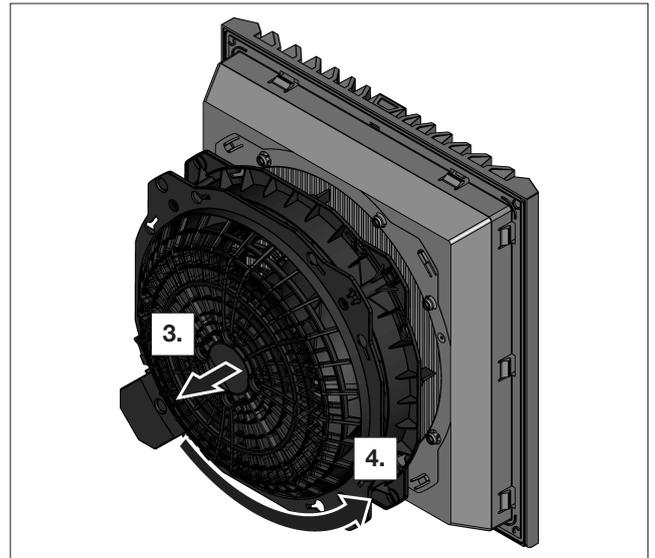

図11: ファンハウジングを回転
- 次に、電気配線の接続箇所が希望する位置になるように、ファンハウジングを90°、180°または270°回転させます(図11を参照)。